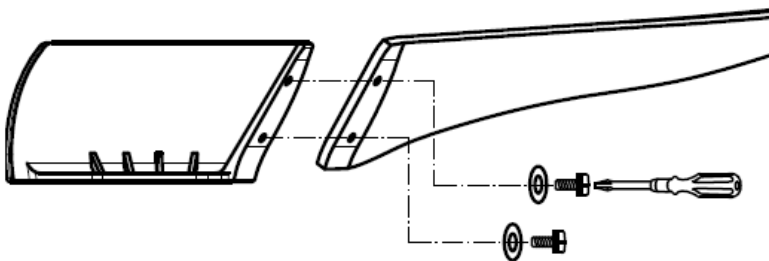

Fig. 7
- Bevestig het blad op de bladhouder met behulp van de 2 bladschroeven met bijbehorende ringen. Fig.7